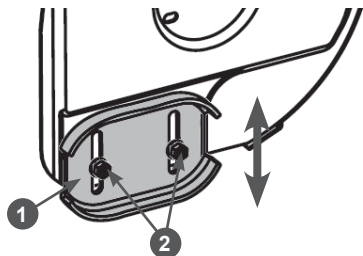

Рис. 29 Регулировка высоты забора снега
2. Открутите гайки 2 крепления ползка 1 на 1-2 оборота и установите ползок на необходимую высоту (Рис. 29). Снова затяните гайки.